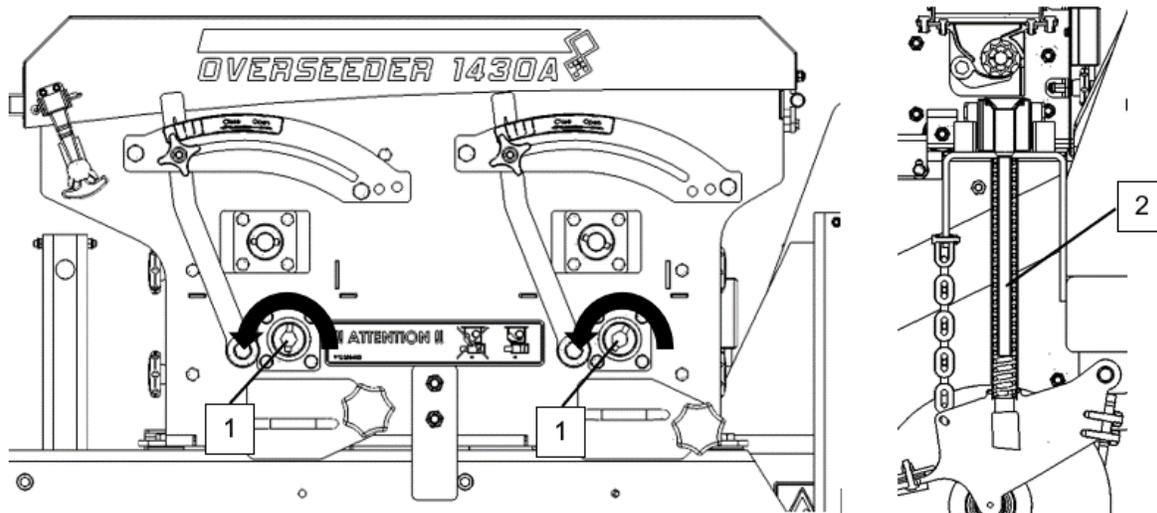

Fig. 7-1
- Vérifiez que l'arbre qui entraîne les logettes à semences tourne sans à-coups. Lorsque la trémie est vide, l'arbre (1) doit pouvoir tourner avec une clé sans trop de force. Faites tourner l'arbre dans le sens indiqué par la flèche. (Voir Fig. 7-1)
- Vérifier que le passage de semence (2) n'est pas obstrué. (Fig.7-1)